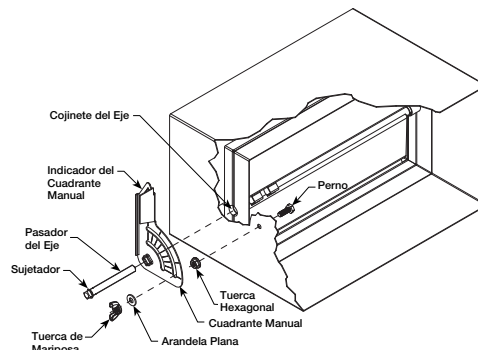

Figura 3 — Conjunto de Cuadrante Manual
2. Deslice el pasador del eje a través del cuadrante manual. Alinee el indicador del cuadrante con la paleta e inserte el pasador en las lanzas de la paleta del regulador de tiro. Consulte la Figura 3.